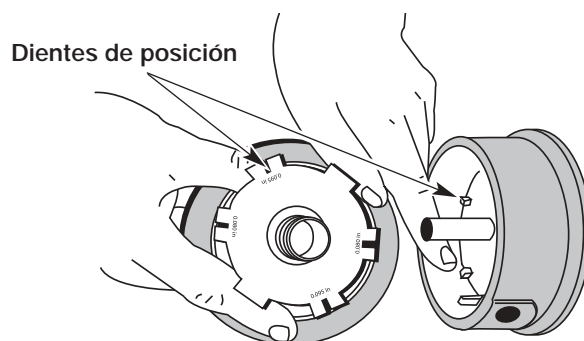

Fig. 29
5. Verifique el desgaste de los dientes de posición del carrete interior y bobina exterior (Fig. 29). Si es necesario, saque la rebaba o cambie el carrete y la bobina.